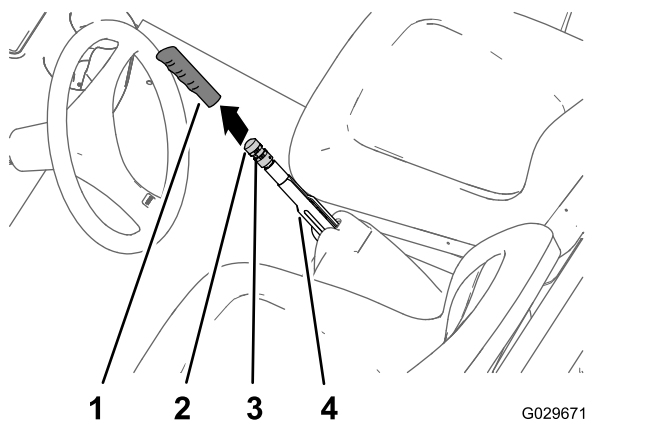

Рисунок 50
1. Снимите рукоятку с рычага стояночного тормоза (Рисунок 50).
2. Ослабьте установочный винт, который крепит ручку регулировки тормоза к рычагу стояночного тормоза (Рисунок 50).
3. Поворачивайте ручку регулировки тормоза до тех пор, пока усилие, требуемое для приведения в действие рычага стояночного тормоза, не достигнет 133-156 Н (Рисунок 50).
4. Затяните установочный винт и установите рукоятку на рычаг (Рисунок 50).
2. Ослабьте установочный винт (Рисунок 50), который крепит ручку регулировки тормоза к рычагу стояночного тормоза, выключите стояночный тормоз и ослабьте ручку регулировки тормоза.
5. Поворачивайте ручку регулировки тормоза (Рисунок 50) до тех пор, пока усилие,
- С. Поворачивайте ручку регулировки тормоза (Рисунок 50) до тех пор, пока усилие, требуемое для приведения в действие рычага стояночного тормоза, не достигнет 133–156 Н.
- Затяните установочный винт и установите рукоятку (Рисунок 50).